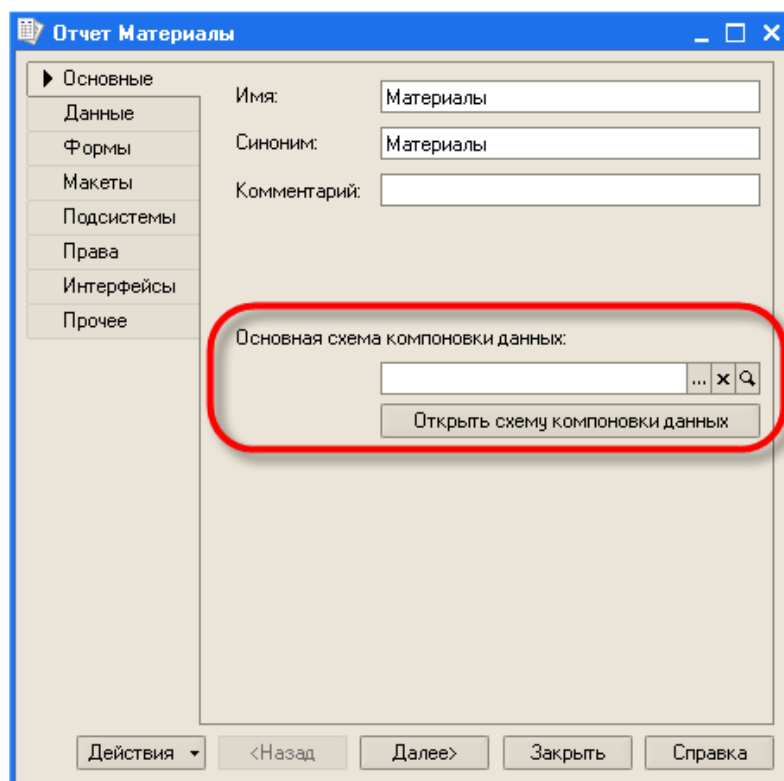

Рис. 1. Окно редактирования объекта конфигурации Отчет
2. Откройте окно редактирования объекта конфигурации Отчет Материалы и создайте схему компоновки данных. Для этого нажмем кнопку Открыть схему компоновки данных (рис. 1).